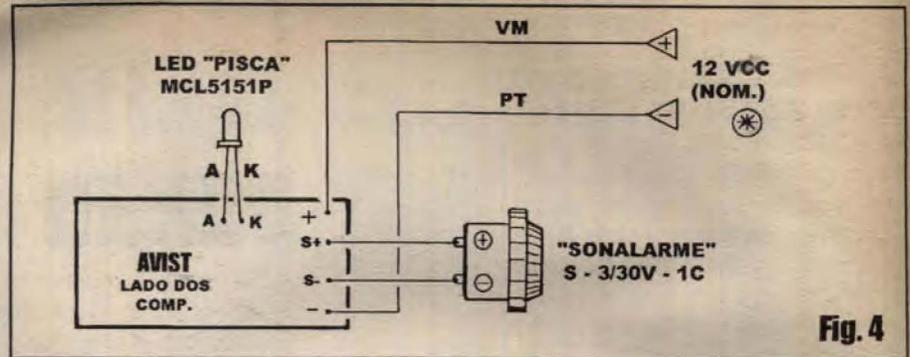

Fig. 4
- **FIG. 4 - CONEXÕES EXTERNAS À PLACA** - Poucas (porém *todas* polarizadas...) são as conexões a serem feitas do impresso *para fora*, mostradas com detalhes no diagrama... O LED *pisca* deverá ter seus terminais ligados aos respectivos pontos **A** e **K** da plaquinha, correspondendo respectivamente ao **anodo** e **catodo** do componente (o **TABELÃO APE** *está lá*, para *salvar a pátria* dos menos experientes...). O sinalizador piezo deve ter seus pinos **positivo** e **negativo**